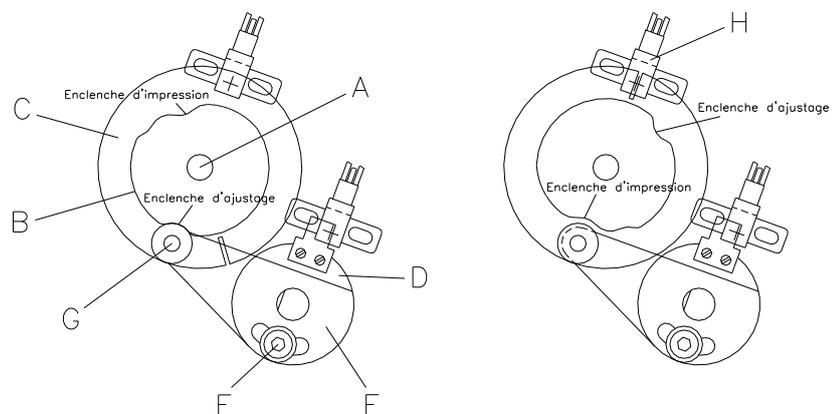

Figure 16
Sur l'épure (siehe Figure 16) , l'axe du moteur d'optimisation (A) avec la courbe de pression (B) et le disque (C) sont visibles de derrière. Au-dessous se trouve l'anneau d'appui (D) avec la plaque d'appui (E).
4. Desserrer la vis à six pans creux (F) environ 1 tour jusqu'à ce que la plaque d'appui (E) avec le palier à billes (G) soit librement mobile.
6. Pousser la plaque d'appui (E) avec le roulement (G) dans l'enclenche d'ajustage de la courbe de pression, de sorte qu'aucun jeu n'existe.